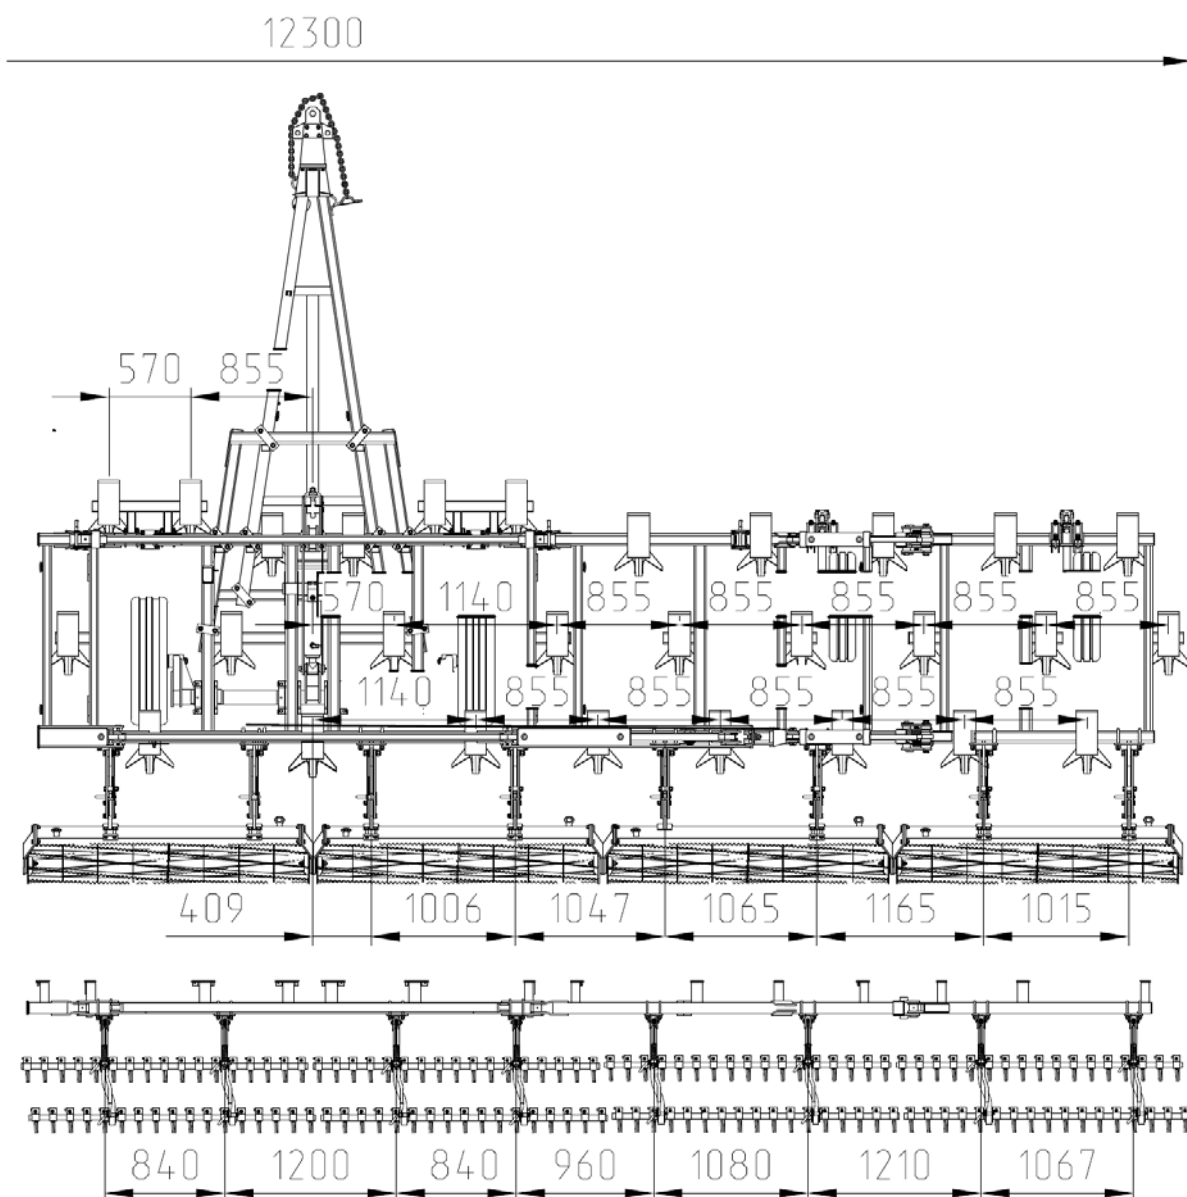

Рис.21 Схема расстановки рабочих органов КСП-12.
- установите рабочие органы поз.1 согласно (Рис.21);